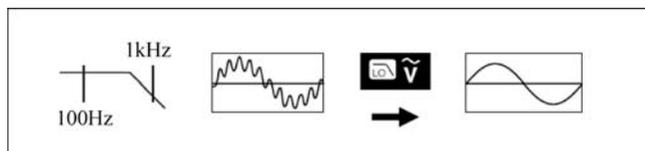

图 1-14 低通滤波测量模式示意图
- (1) 将红表笔插入 $V\Omega Hz$ 插孔,黑表笔插入 COM 插孔。
- (2) 将仪表的旋转开关转到 $V\sim$,将表笔并联到待测电源或负载上。
- (3) 从显示器上直接读取被测电压值,显示值为真有效值。
- (4) 按功能键 MENU 打开主菜单,接着按 F1 键打开测量模式的子菜单,控制光标可选择电压+频率、峰值、低通滤波、dBV、dBm 等测量模式。
- (5) 在电压+频率测量模式下,主显电压,副显频率和周期。
- (6) 在峰值测量模式下,显示正峰值 PeakMax,负峰值 PeakMin。
- (7) 在低通滤波测量模式下,交流信号要经过一个滤波器,该滤波器会拦截频率高于 1kHz 的电压信号,如图 1-14 所示,低通滤波器可测量由逆变器和变频电动机产生的复合正弦波信号。